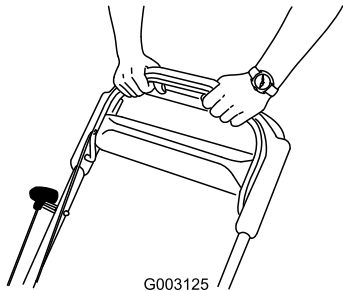

図 22
3. ブレードコントロールバーをハンドルに引き付けるように握りこむ 図 22。